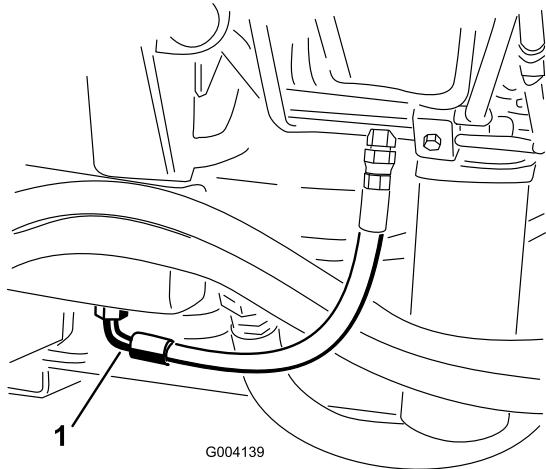

図 78
2. タンク（図 78）の下についているフィッティングの下に、オイルを受ける大型の容器を置く。